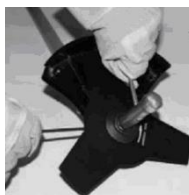

Рисунок 7
- зніміть чашку з валу (рис.7), залишивши маточину;
- встановіть (наживіть) гайку на вал. Перевірте правильність встановлення ножа (рис. 7);
- зніміть чашку з валу, залишивши маточину (рис.7);